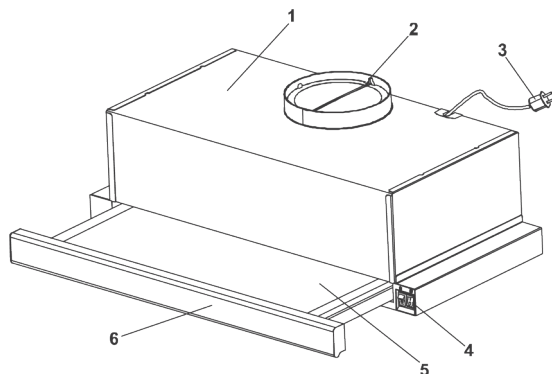

Рис. 3
**5.4 Вытяжка состоит из следующих составных частей (рис.3 / рис.3.1):**